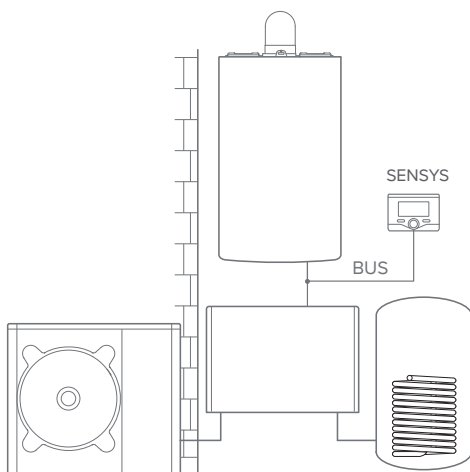

fig.11
**Tipo 6****Ativação de TD e TC num sistema híbrido base com caldeira sanitária (fig.11)**